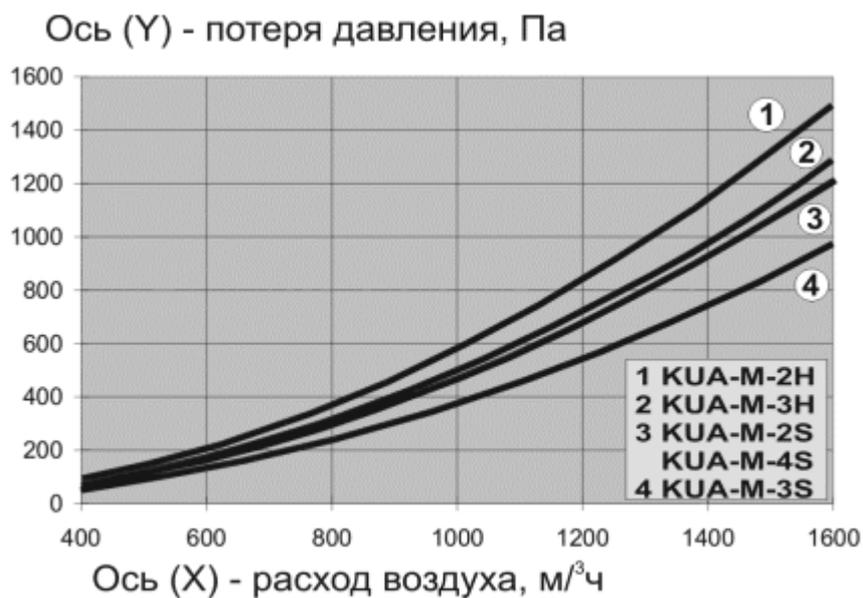

Рис. 2.5
2.4. Диаметр воздуховодов KUA-M равен 160 мм. Механизмы поворота и уравнивания расположены снаружи воздуховодов и не создают сопротивления воздушному потоку. Рекомендуемый расход воздуха при эксплуатации KUA-M на сварочных постах составляет 800-1200 м³/ч. Аэродинамическая характеристика приведена на рис. 2.5.